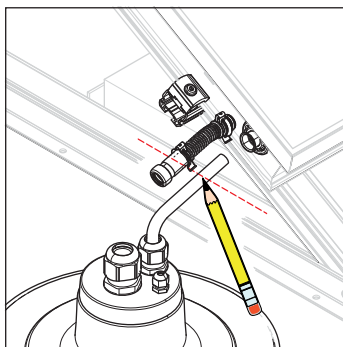

Bild 3-24 Benötigte Länge markieren
4. Benötigte Länge der Vorlauf- (oben am Flachkollektor / VA 15 Solar) sowie Rücklaufleitung (unten am Flachkollektor / VA 18 Solar) markieren (Bild 3-24).